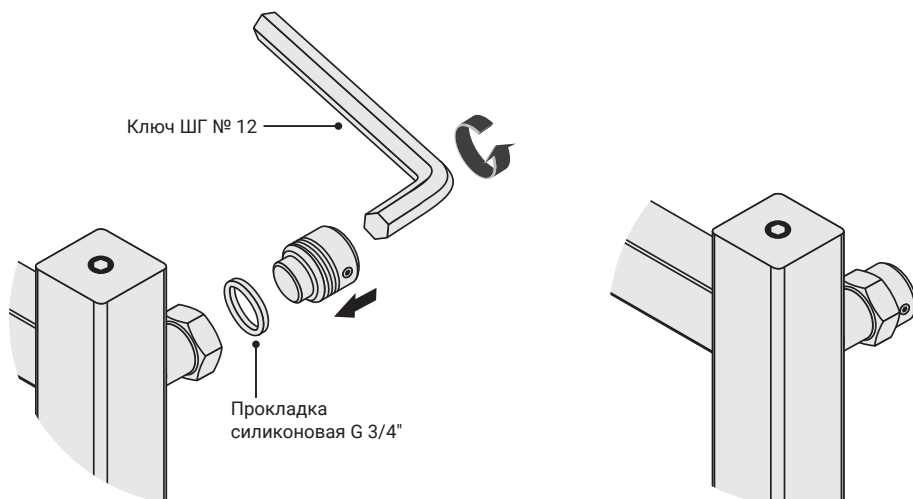

Рис.4
6.7. Отводы, которые используются для крепления к стене заглушите вставками G 3/4". Для герметизации соединения установите силиконовые прокладки (рис. 4).